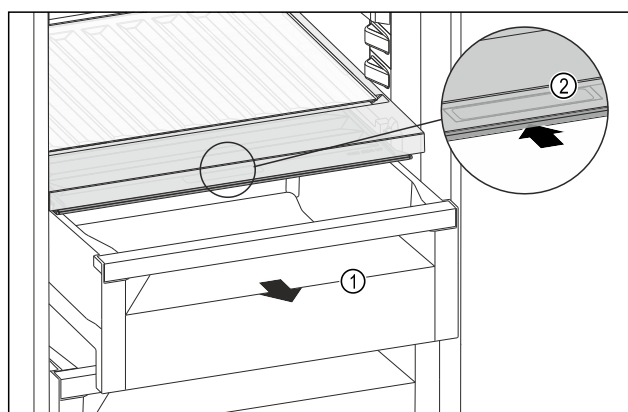

Fig. 171
- Schuifvak Fig. 171 (1) uittrekken.
- Greeplijst Fig. 171 (2) op het vakdeksel vastpakken en het vakdeksel gelijktijdig naar achteren schuiven.